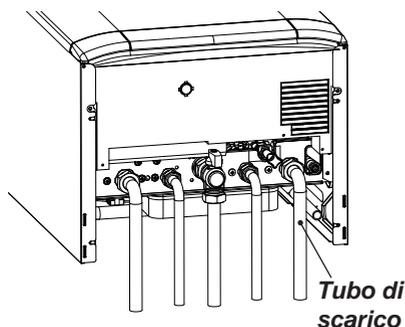

Fig. 5.4
- Collegare lo scarico della valvola di sicurezza ad un imbuto di scarico Fig. 5.4 .